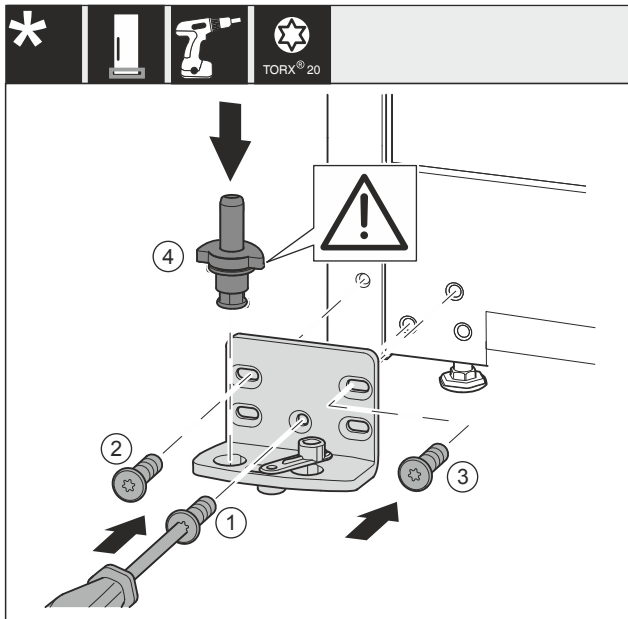

Fig. 37 *
- ▶ Coloque el soporte del cojinete en el otro lado y atorníllelo con un destornillador. Comience con el Fig. 37 (1) en la parte inferior central.*
- ▶ Atornille el tornillo Fig. 37 (2) y el Fig. 37 (3).*
- ▶ Inserte completamente los pernos del cojinete Fig. 37 (4). Asegúrese de que la leva de bloqueo apunte hacia atrás.*